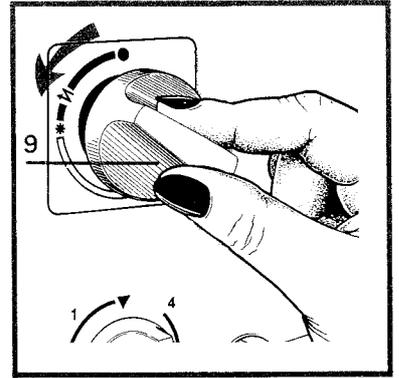

Fig. 11
- 2) Tournez le bouton (9) dans le sens de la flèche. Le dé clic en face du repère  (allumage piézo) provoque l'étincelle de l'allumage de la veilleuse (fig.11).